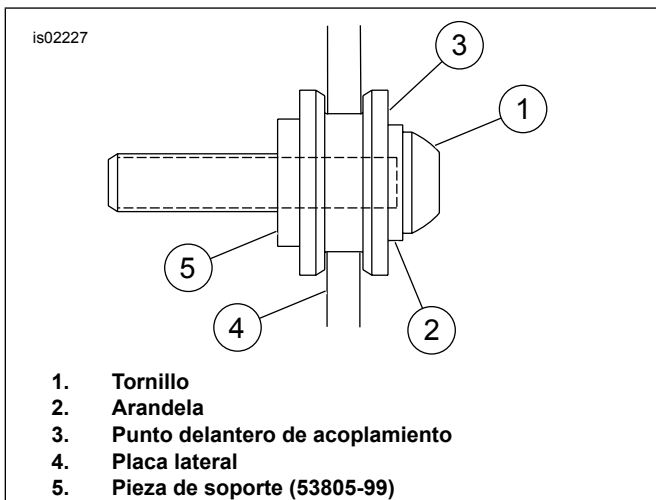

Figura 3. Placa lateral y punto delantero de acoplamiento completamente enganchados
2. Vea la Figura 3. Estando de pie atrás de la motocicleta, coloque las muescas delanteras del respaldo dentro de los puntos delanteros de acoplamiento. Asegúrese de que las muescas asienten completamente en los puntos delanteros de acoplamiento.